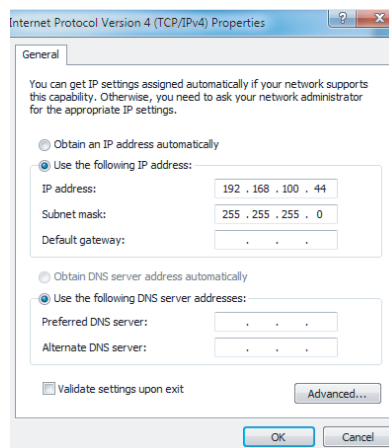

Figura 8.
- i. Abra a página Internet Protocol TCP/IP Properties (**Figura 8**). Se a opção *“Use the following IP address”* for selecionada e um endereço IP listado for exibido, isso indicará que o endereço IP local é um endereço IP estático. Caso contrário, seria um endereço IP dinâmico, que exigirá a configuração de um endereço IP estático.
Digite **"ipconfig"** e toque em **"ENTER"**, o endereço IP dinâmico será exibido. Utilize esse endereço IP como o endereço IP na página Internet Protocol TCP/IP Properties (Figura 8) para concluir a configuração do endereço IP estático. Consulte o administrador de rede local para obter mais detalhes.